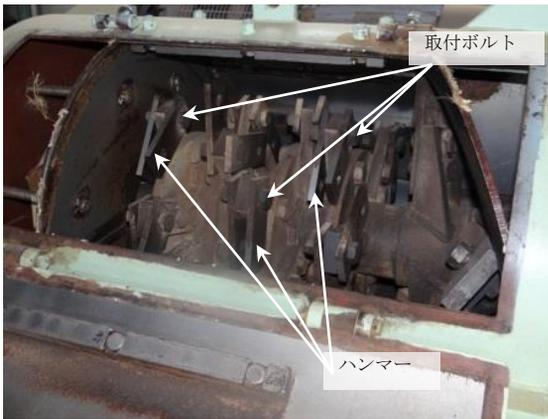

図2 ハンマークラッシャーの破碎部
④衝撃破壊式：回転軸に取り付けられた複数のハンマーなどを高速回転させ、木材を叩き壊して小さくするタイプで、ハンマークラッシャーやシュレツダーなどがあります。ハンマークラッシャー（図2）は、ハンマーが200度程度、自由に回転できるように、ピンで取り付けられていて、衝撃を吸収しながら破砕します。一方、シュレツダーは回転軸にハンマーが直接取り付けられており、比較的柔らかいバーク（樹皮）を対象にしています。